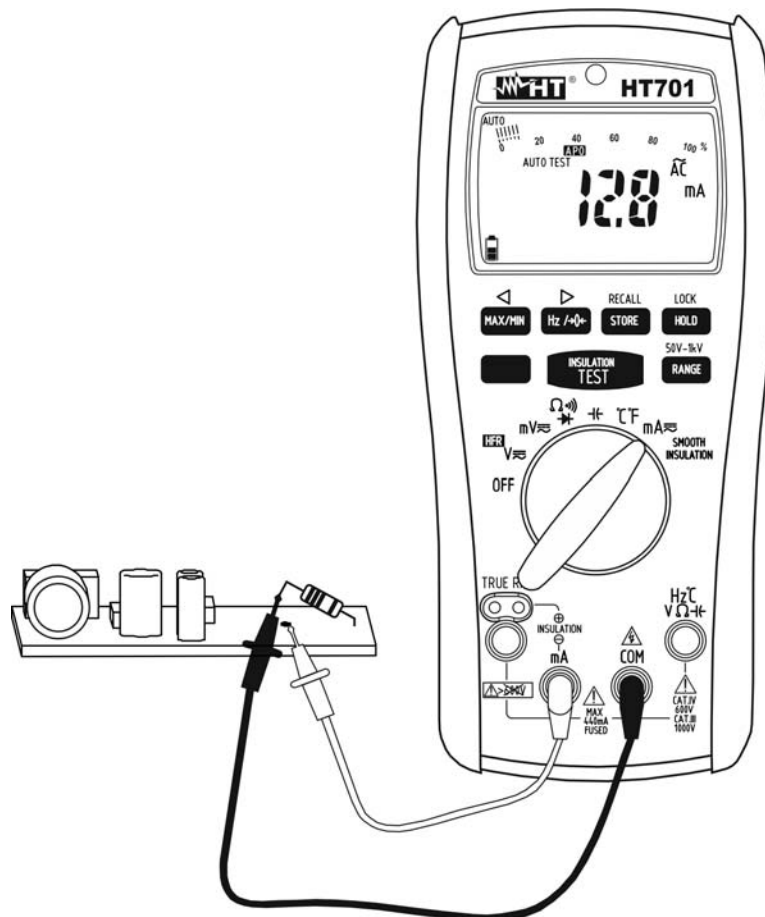

Fig. 5: Uso dello strumento per misura di Corrente AC
5. Inserire il cavo rosso nel terminale di ingresso **mA** ed il cavo nero nel terminale di ingresso **COM** (vedere Fig. 5)